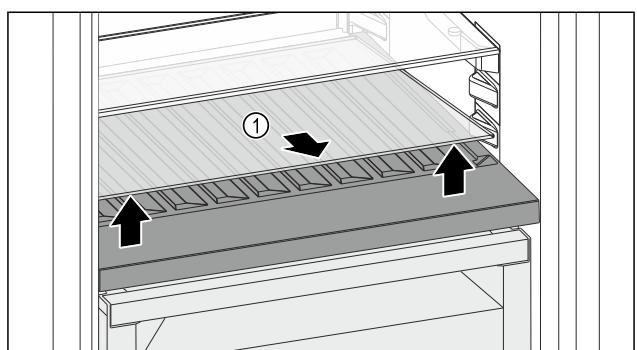

Fig. 144
- Dvignite steklene plošče Fig. 144 (1) pri odprtini spredaj in jo odstranite.
- Steklene plošče Fig. 144 (1) varno shranite zunaj naprave.